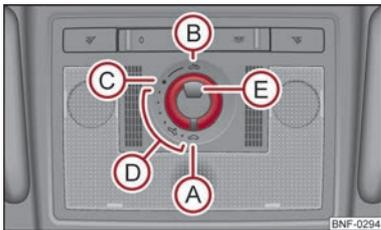

Fig. 19 Interruttore del tetto scorrevole panoramico
Il tetto scorrevole panoramico si aziona con l'apposito interruttore → fig. 19 solo ad accensione inserita. L'interruttore può essere innestato in più posizioni.
- Portare l'interruttore in posizione **C** ⇒ fig. 19.
- Portare l'interruttore in posizione **A** ⇒ fig. 19.